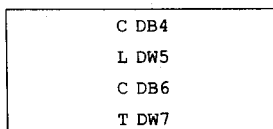

图 6-6 在两个 Siemens 数据块中移动数据
如果加载或传送指令在数据块中对数据寻址，STL 程序必须包括 STL 指令的第三个形式：如图 6-6 所示，调用数据块 (C) 指令必须在加载和/或传送指令之前。在梯形图中，数据块的调用包括在梯形图指令中，所以地址必须指定数据块和数据字。源地址为 DB4：DW5 的梯形图移动指令等价于调用数据块 4，然后加载数据字 5 的 STL 指令。